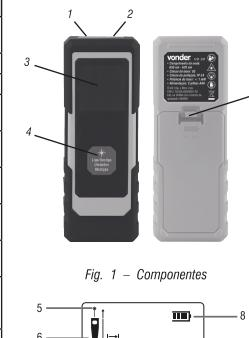

Fig. 1 – Componentes
1. Presione la trabla (Fig. 1 - elemento 11) y abra el compartimento de pilas;